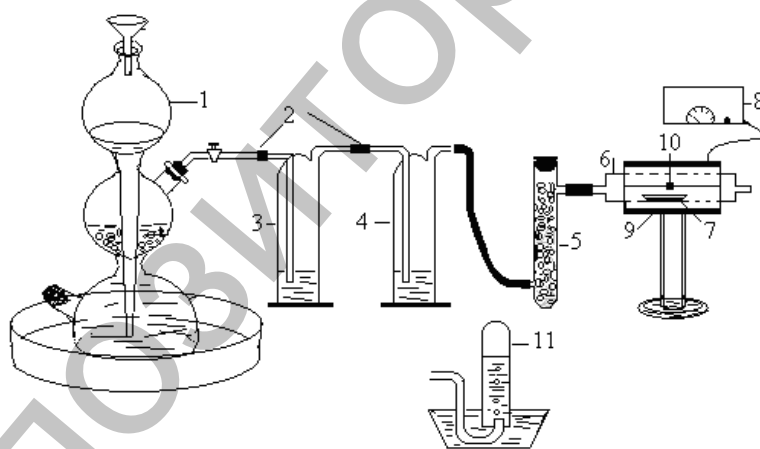

Рисунок 5 – Схема получения и очистки водорода:
1.3. Сборка прибора. Систему очистки подсоединяют с помощью газоотводной трубки к реакционной кварцевой (или термостойкой) трубке, помещенной в трубчатую электропечь. В свободное отверстие трубки помещают лодочку с навеской оксида металла ($\approx 0,5\text{г}$), закрывают отверстие газоотводной трубкой, к которой подсоединена трубка для сбора газа «над водой». Проверяют герметичность прибора, погружая не глубоко трубку с газом в кристаллизатор с водой и пропускают водород из аппарата Киппа. Если проба на чистоту водорода положительна, пропускают некоторое время водород для вытеснения из системы кислорода, а также проверяют более строго герметичность. Проверку водорода на чистоту ведут до отрицательной пробы (Рисунок 5).